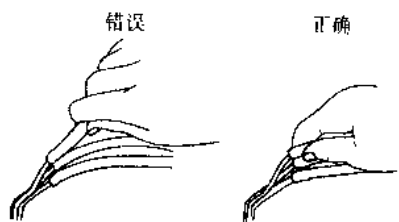

图 1-4 拆下真空管
(1) 除非需要，否则不要打开电子控制装置（ECU）的封壳。如果 ECU 引线脚发生短路，很可能损坏。
(2) 拆下真空管时，要拉软管端部，见图 1-4。